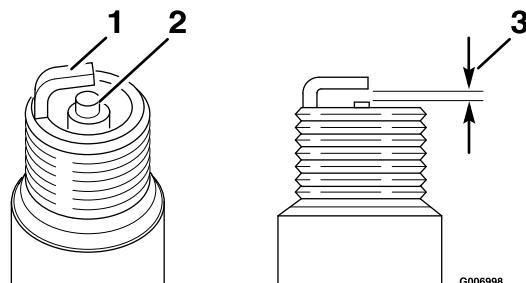

Figure 30
1. Examinez le centre de la bougie (Figure 30). Si le bec de l'isolateur est recouvert d'un léger dépôt gris ou brun, le moteur fonctionne correctement. S'il est couvert d'un dépôt noir, c'est généralement signe que le filtre à air est encrassé.
2. Contrôlez l'écartement entre l'électrode centrale et l'électrode latérale (Figure 30). Courbez l'électrode latérale si l'écartement est incorrect.